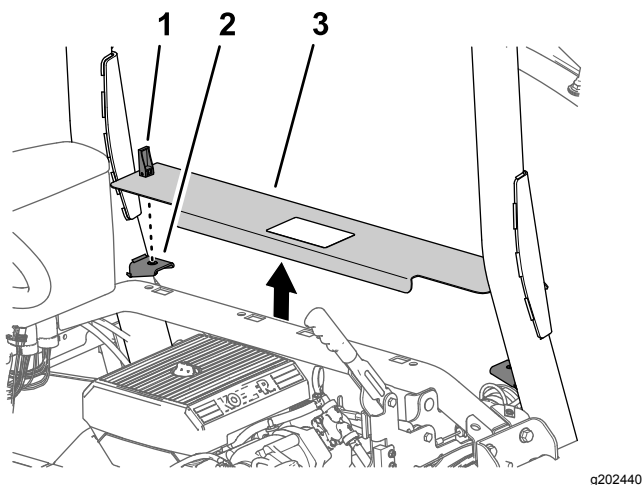

Рисунок 7
1. Поверните вверх рукоятки защелок панели доступа к двигателю (Рисунок 7).
2. Поднимите панель доступа к двигателю и снимите ее с машины (Рисунок 7).